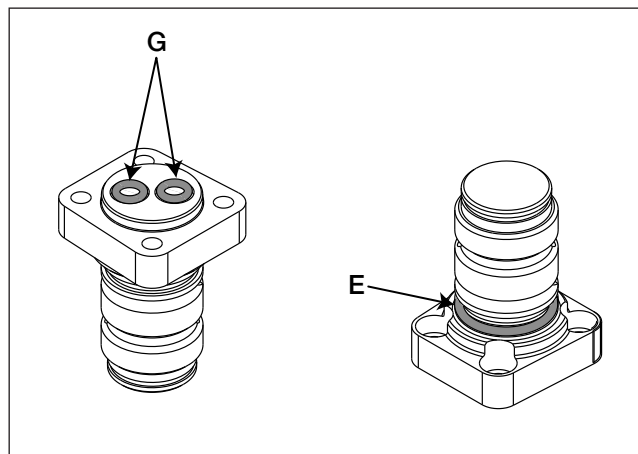

Figure 2 - Pose des joints toriques du potelet de raccord tournant
- Si ce n'est déjà fait : retirer la bague de retenue (A) qui se trouve en haut du potelet (F) du raccord tournant. À l'aide de deux tournevis, faire délicatement sortir du potelet (F) l'ancien ensemble du raccord tournant (B).
- Retirer les quatre vis creuses (D) fixant le potelet (F) du raccord tournant. Faire délicatement sortir du boîtier (H) de l'unité de commande ou de la clé le potelet (F) du raccord tournant.
- Nettoyer toutes les surfaces du boîtier (H) de l'unité de commande ou de la clé. Appliquer ensuite une petite quantité de frein à filet Loctite 243 dans chacun des quatre alésages filetés (*) du boîtier (H) de l'unité de commande ou de la clé. Attention à ne pas verser de frein dans les orifices hydrauliques.
- Installer deux joints toriques neufs (G) dans les orifices situés à la base du potelet neuf (F). Voir leur positionnement à la figure 2.
- Poser le potelet neuf (F) sur le boîtier (H) de l'unité de commande ou de la clé en s'assurant que les orifices hydrauliques sont bien alignés. Veiller à ce que les joints toriques (G) ne tombent pas et ne soient ni coincés ni coupés.
7. Installer le joint torique neuf (E) de raccord tournant fourni dans le kit. Enduire le joint torique de graisse silicone avant de le mettre en place. Voir son positionnement à la figure 2.